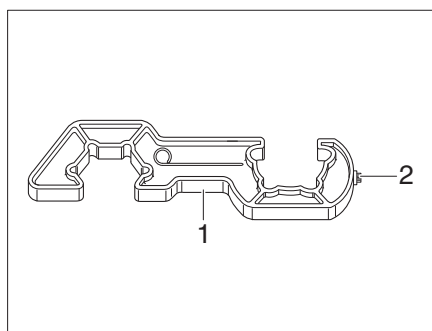

Fig. 246 Utensile di avvitamento
- ▶ Per avvitare e svitare il tubo flessibile ad alta pressione, utilizzare il cacciavite (Fig. 246,1) in dotazione. Questo utensile garantisce la coppia di serraggio necessaria e previene il danneggiamento del collegamento a vite dovuto all'utilizzo di utensili errati.
- Svitare il tubo flessibile ad alta pressione (Fig. 245,3) dalla bombola del gas con l'ausilio di un cacciavite (Fig. 246).